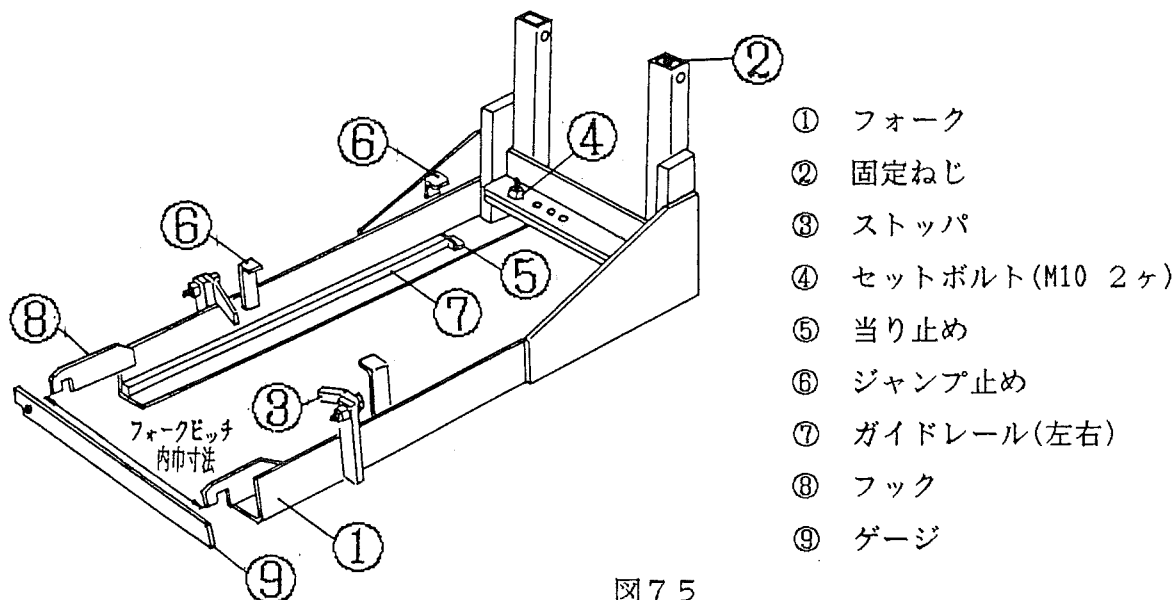

図75
- 2) 固定ねじ(図75 ②)を緩めて下さい。
- 3) 荷台を組合わせているセットボルト(図75 ④)M10 2本を取外して下さい。
4) ハンガーシャフト(図74 ⑫)の範囲内でフォーク(図75 ①)を移動させ、リフター主柱に取付けているゲージ(図75 ⑨)または表15のフォークピッチ調整記号組合せに従い、フォークピッチを決めて下さい。
- 2) 左右のガイドレール(図75 ⑦)間に遮断器の左右のローラ(図77 ①)が正面から入るように、リフターを移動させて下さい。
- 4) 荷台の左右のストッパ(図75 ③)を外側に倒し、ロックを解除してから、遮断器をゆっくり前方へ押して左右のガイドレール間に乗せて下さい。この時、遮断器の左右のローラが、確実に、左右のガイドレール間に乗りあげていることを確認して下さい。
- 5) そのまま遮断器を当り止め(図75 ⑤)によって止まる位置までゆっくり前方へ押して下さい。
- 5) 左右のストッパを外側に倒し、ロックを解除して下さい。遮断器を荷台上の当り止め(図75 ⑤)によって止まる位置までゆっくりと引出して下さい。